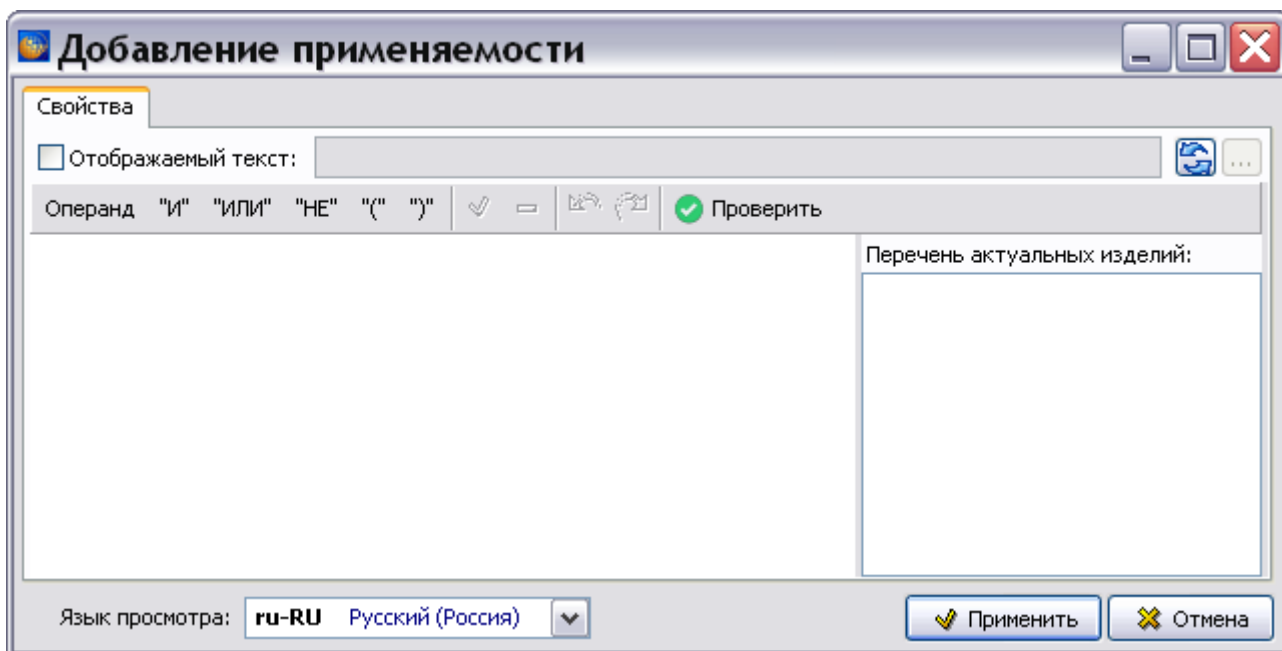

Рис. 22.66
2. Нажмите на кнопку **Добавить применяемость (Ins)** . При этом откроется диалоговое окно **Добавление применяемости** (Рис. 22.66).